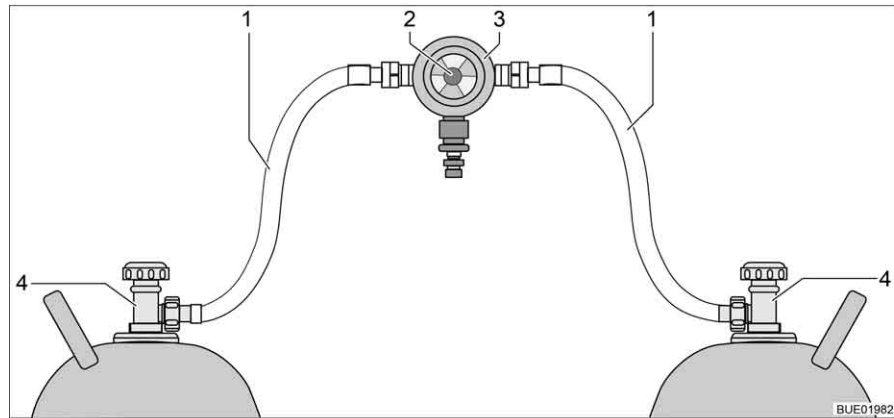
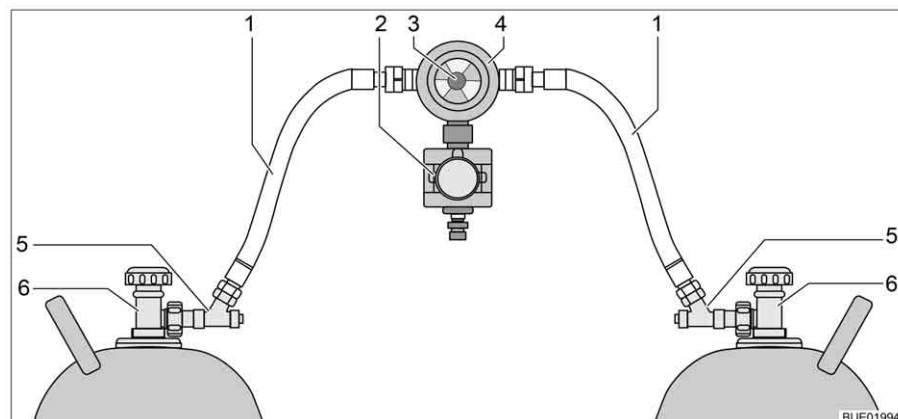

Fig. 112 Dispositif de commutation entre bouteilles de gaz
Fig. 113 Dispositif de commutation entre bouteilles de gaz avec CPU
Le dispositif de commutation entre bouteilles de gaz se compose d'un régulateur de pression du gaz combiné à une valve de commutation et indicateur (Fig. 112,3). Le dispositif de commutation entre bouteilles de gaz est monté entre les deux lyres (Fig. 112,1).
Le dispositif de commutation entre bouteilles de gaz se compose d'un régulateur de pression du gaz combiné à une valve de commutation et indicateur (Fig. 113,4) et d'une électrovanne (Fig. 113,2). L'électrovanne bloque l'arrivée du gaz au véhicule en cas de freinage brusque, d'accident ou de pente inhabituellement forte. Le dispositif de commutation entre bouteilles de gaz est monté entre les deux lyres (Fig. 113,1) avec des sécurités de rupture de tuyau (Fig. 113,5).
Le bouton rotatif (Fig. 112,2 et Fig. 113,3), situé sur le dispositif de commutation entre bouteilles de gaz permet de définir laquelle des bouteilles de gaz est celle de service et laquelle est celle de réserve.
Seules les fonctions électriques peuvent être activées sur l'unité de commande (Fig. 114). Les robinets principaux des bouteilles de gaz (Fig. 112,4 et Fig. 113,6) doivent être ouverts ou fermés manuellement.
- Ouvrir les robinets principaux des bouteilles de gaz (Fig. 112,4 ou Fig. 113,6).
- Appuyer sur les sécurités de rupture de tuyau (Fig. 113,5) l'une après l'autre pendant 10 secondes.
- Choisir la bouteille de gaz avec le bouton rotatif (Fig. 112,2 ou Fig. 113,3) du dispositif de commutation à partir de laquelle le gaz doit être utilisé prioritairement (bouteille de service).
- Fermer les robinets principaux des bouteilles de gaz (Fig. 112,4 ou Fig. 113,6).